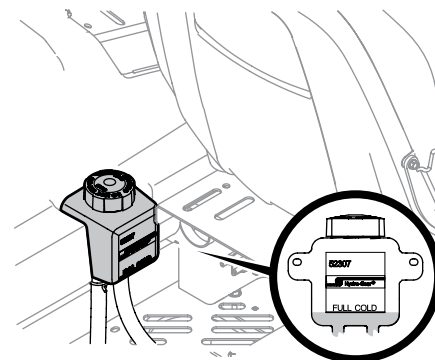

Figura 4-5
- Gire el asiento del operador hacia adelante y limpie la tapa del depósito y el área que la rodea para evitar que el aceite de transmisión se contamine con residuos. Vea la Figura 4-5.
- Gire la tapa del depósito en sentido contrario al de las agujas del reloj para retirarla, luego controle el nivel de aceite del depósito. El aceite debe ser visible en la base de la cubeta, pero el nivel del mismo NO debe estar por encima de la línea de "LLENO FRÍO". Vea la Figura 4-5. NO LLENE EL DEPÓSITO.